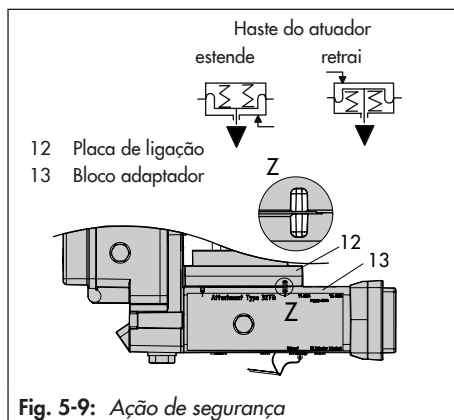

Fig. 5-9: Ação de segurança
7. Insira os parafusos (13.1) através dos orifícios intermédios do bloco adaptador (13).
8. Coloque a placa de ligações (12) em conjunto com o vedante (12.1) nos parafusos (13.1) de acordo com a ação de segurança "haste do atuador estende" ou "haste do atuador retrai". A ação de segurança aplicada é determinada alinhando a ranhura do bloco adaptador (13) com a ranhura da placa de ligações (12) (Fig. 5-9).